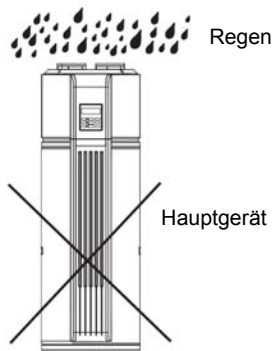

Abb. 3-6
- Gelangt Regen zu den Innenkomponenten des Gerätes, so können diese beschädigt werden oder körperliche Gefährdung erzeugen. (Abb. 3-6)